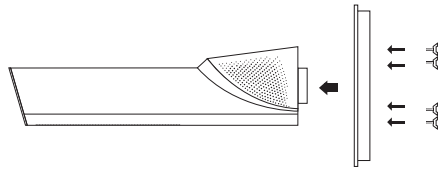

Рис. 5. Схема сборки прибора (2)
2. Установите основание на корпус прибора, закрепив его с помощью 4-х винтов, как это показано на рис. 5: